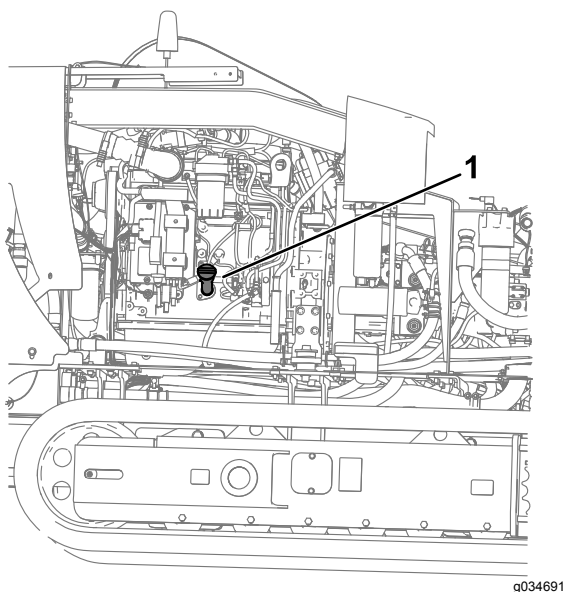

Рисунок 92
- А. Снимите крышку заливной горловины (Рисунок 92) и добавьте масло, пока его уровень не достигнет отметки High (Высокий). **Не допускайте переполнения.**